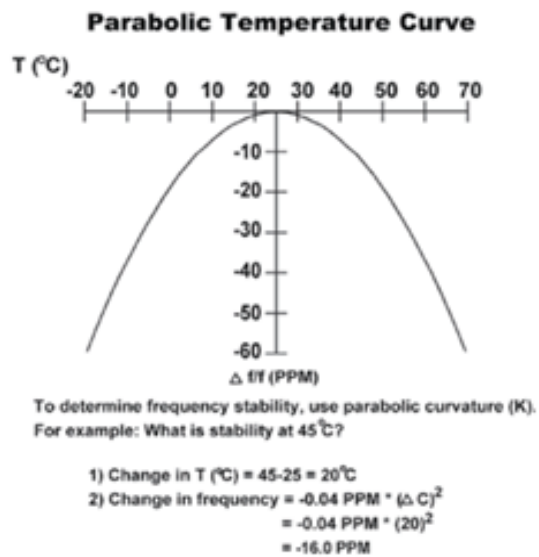

Abb. A-1: Temperaturstabilität/Temperatur.
-10 °C to + 50 °C Stabilität	+0, -5 s ($\pm 50 \text{ ppm}$) Siehe Abb. A-1